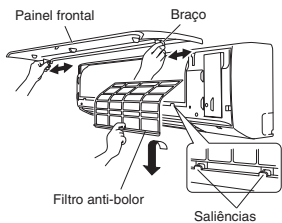

Fig. 3-82
Se estiver a ser difícil retirar o painel frontal, segure ambas as extremidades e levante-o ligeiramente. Mova-o para a esquerda e liberte o braço esquerdo e, em seguida, mova-o para a direita e liberte o braço direito. (Fig. 3-82)
- (2) Levante ligeiramente o filtro anti-bolor para libertá-lo das saliências na unidade e, em seguida, empurre para baixo de modo a retirar o filtro da unidade. (Fig. 3-82)